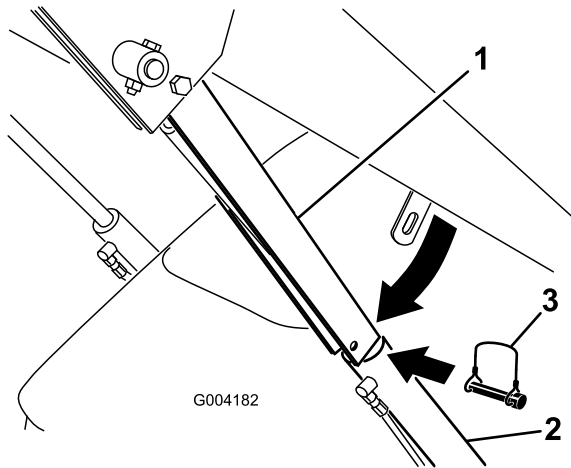

Figura 23
4. Retire el pasador de seguridad que fija el bloqueo del cilindro al brazo de carga (Figura 23).
5. Baje el bloqueo del cilindro sobre la barra del cilindro y fíjelo con el pasador de seguridad (Figura 23).